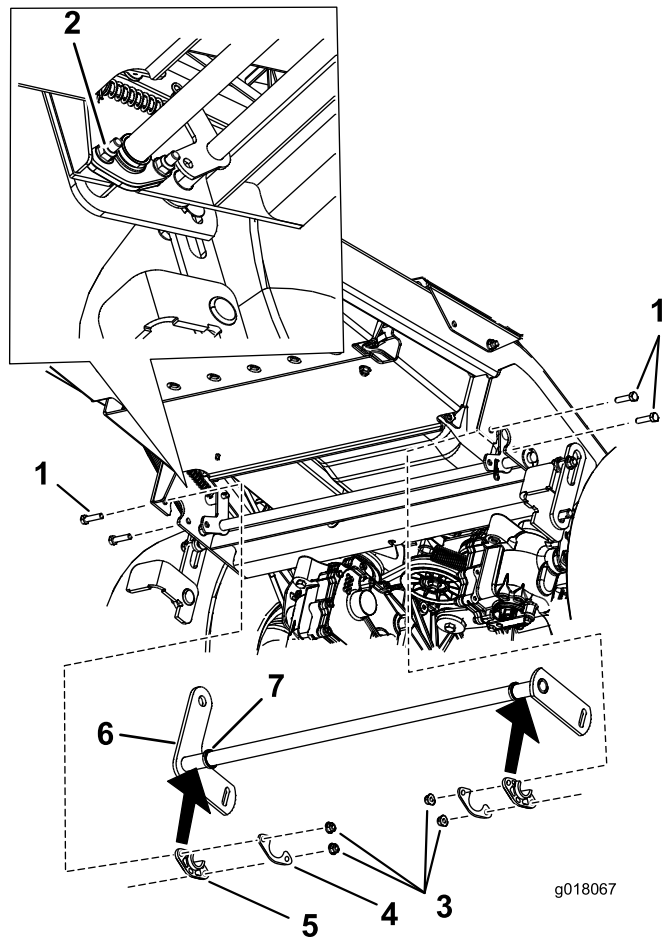

Bild 2
3. Entfernen Sie die zwei Muttern und Schrauben an jeder Bundbuchse (Bild 2).